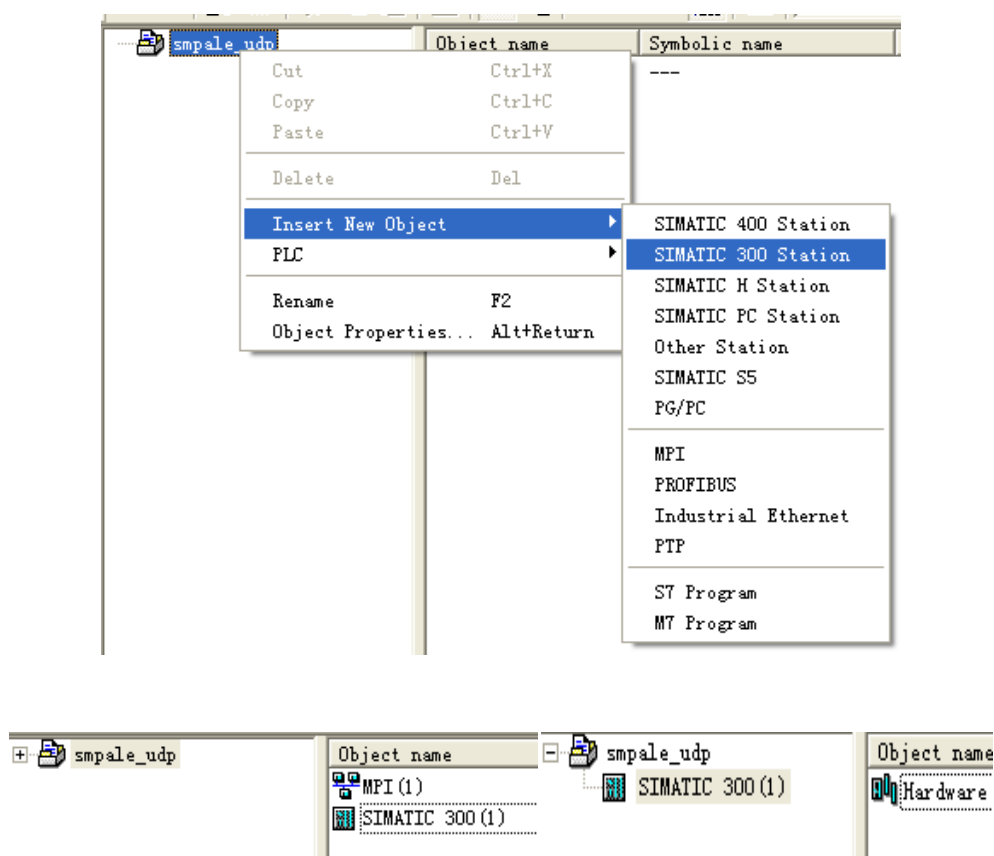

图 1.1.3 添加 300 设备站
(3)、将鼠标放在工程名上，点击右键，在下拉目录中选择 Insert New Object->SIMATIC 300 Station, 左键点击以后，会出现一个 300 的设备站。见图 1.1.3 所示。